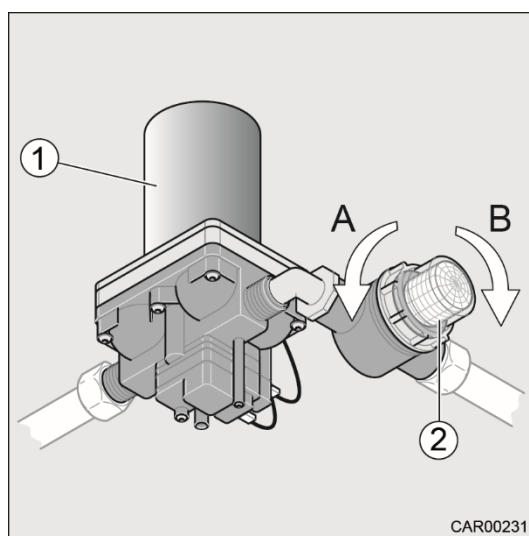

Fig. 156 Pompe refoulante
- Si lors de la première mise en service de la pompe refoulante (Fig. 156/1), le réservoir d'eau fraîche n'est pas nettoyé, des copeaux résiduels provenant de la production risquent d'endommager la pompe refoulante (Fig. 156/1).
Le camping-car est équipé d'un système d'alimentation en eau sous pression. La pompe refoulante (Fig. 156/1) est accessible depuis une trappe de rangement du côté gauche du véhicule.
Un préfiltre (Fig. 156/2) protège la pompe refoulante et le circuit hydraulique de la poussière et retient les particules en suspension. Ce préfiltre comprend un tamis métallique à fines mailles inoxydables. Le couvercle du préfiltre est transparent. Cela permet de voir facilement si le préfiltre est sale.
2. Dévisser le couvercle du préfiltre (Fig. 156/2) dans le sens anti-horaire (A) et le retirer (fermeture à baïonnette).
5. Nettoyer le boîtier du préfiltre (Fig. 156/2) et le tamis métallique.
6. Remettre le couvercle du préfiltre (Fig. 156/2) en place et le tourner dans le sens horaire (B).
- Serrez le couvercle du préfiltre (Fig. 156/2) à la main.
- En cas de chute de pression aux points de prélèvement d'eau, vérifier si le préfiltre (Fig. 156/2) est encrassé.